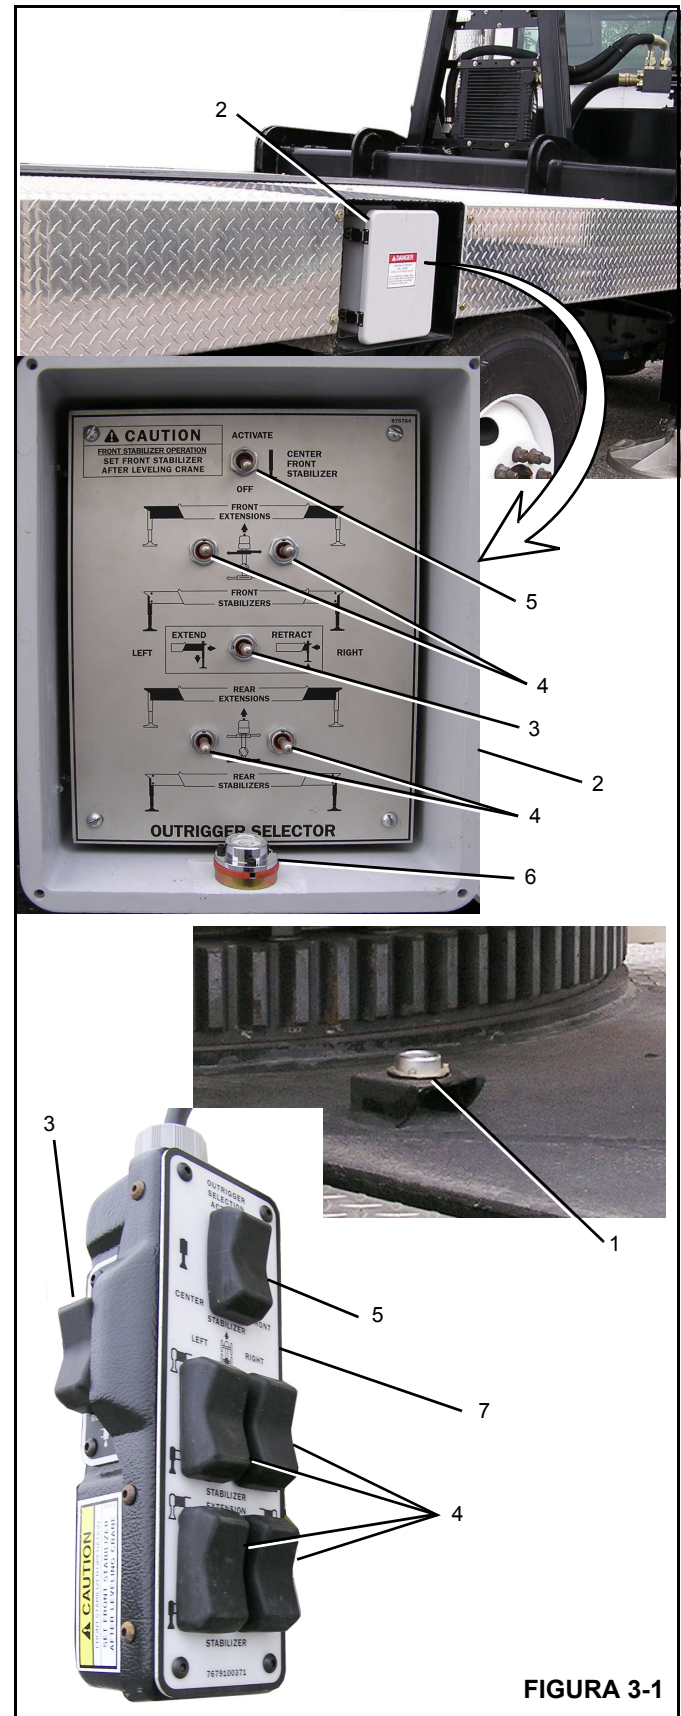

FIGURA 3-1
Los controles de estabilizadores (Figura 3-1) se accionan eléctricamente e incluyen cuatro interruptores selectores de estabilizadores, un interruptor de extensión/retracción y un interruptor opcional de estabilizador delantero. Un acelerador remoto del motor se encuentra debajo de la puerta de la cabina de la grúa y permite regular la velocidad del motor cuando se usan los estabilizadores.
El indicador de nivel principal se encuentra detrás del cojinete de la torreta (1) (Figura 3-1). Los indicadores de nivel secundarios se encuentran en las cajas de controles de estabilizadores (6) (Figura 3-1).
Las cajas de control de estabilizadores (2) se encuentran en el costado de la grúa (Figura 3-1) y contienen los controles de activación de los estabilizadores.